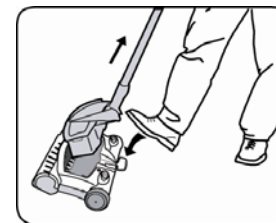

Fig. 12
- Presione la palanca para destrabar el recipiente de la tierra con su pie. (Fig. 12)